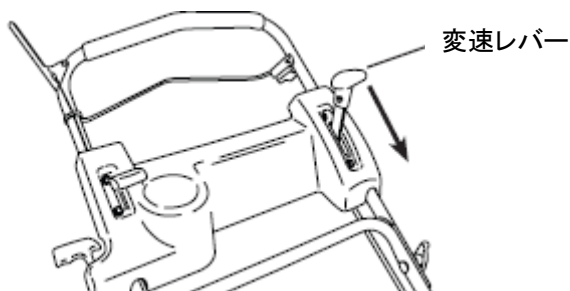

図6-7
1. エンジンを停止して変速レバーを高速の位置(レバーが前方の位置)にします。(図6-7)